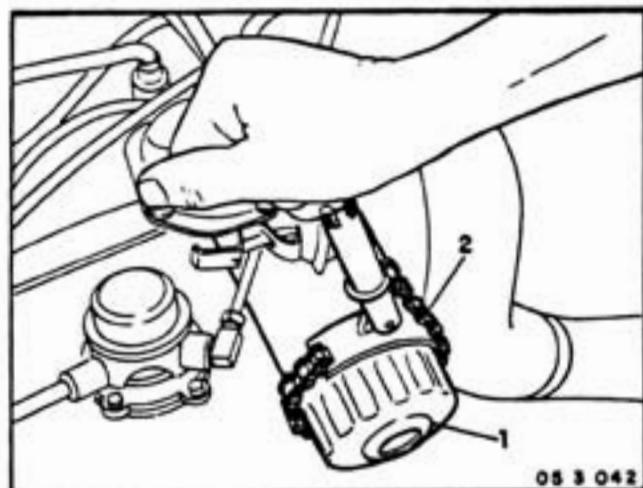

FIGURA 4
- Remover o filtro de óleo lubrificante (1), desenroscando-o do bloco do motor. Se for necessário, usar a cinta de remoção (sacador) (2) código 2692-806-045 (figura 4).
- Remover o filtro de óleo lubrificante (1) usando, se for necessário, a cinta de remoção (sacador) código 2692-806-045 (figura 4).
- Verificar se a válvula de alívio (2) está rachada ou quebrada. Em caso afirmativo, remover a válvula com auxílio de uma chave de fenda.